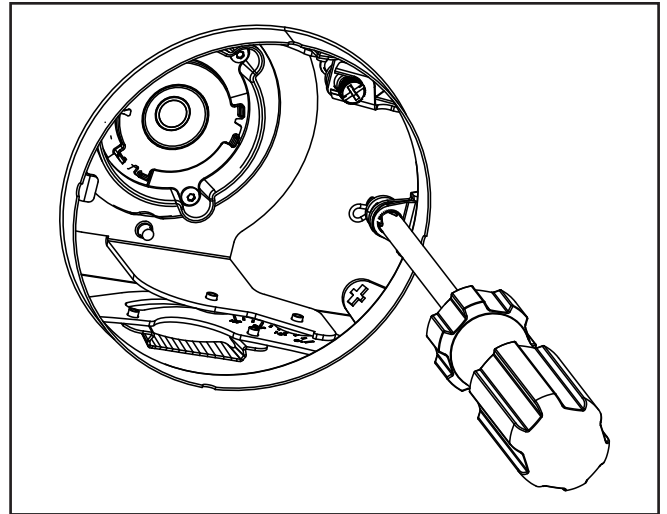

Figure 7a
2. Desserrez la vis de blocage de rotation à l'aide d'un tournevis cruciforme n° 2 (consultez la Figure 7a).
4. Serrez la vis de blocage de rotation pour fixer la position souhaitée. (Évitez le serrage excessif) (consultez la Figure 7a).